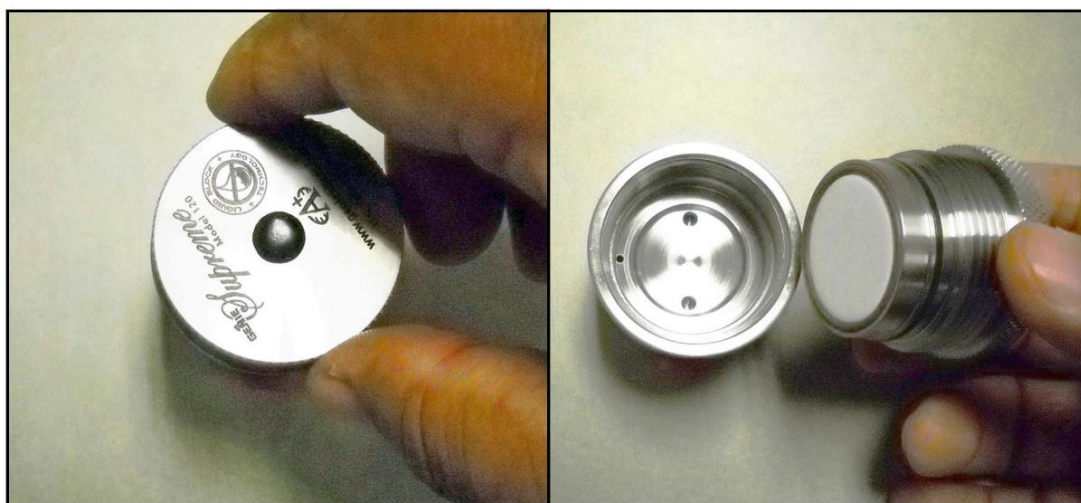

図 62 : フィルターキャップの取り外し
2. フィルターキャップを反時計回りに回します（下の図 62 を参照）。キャップを緩めるのに、パイプ管レンチが必要になる場合があります。